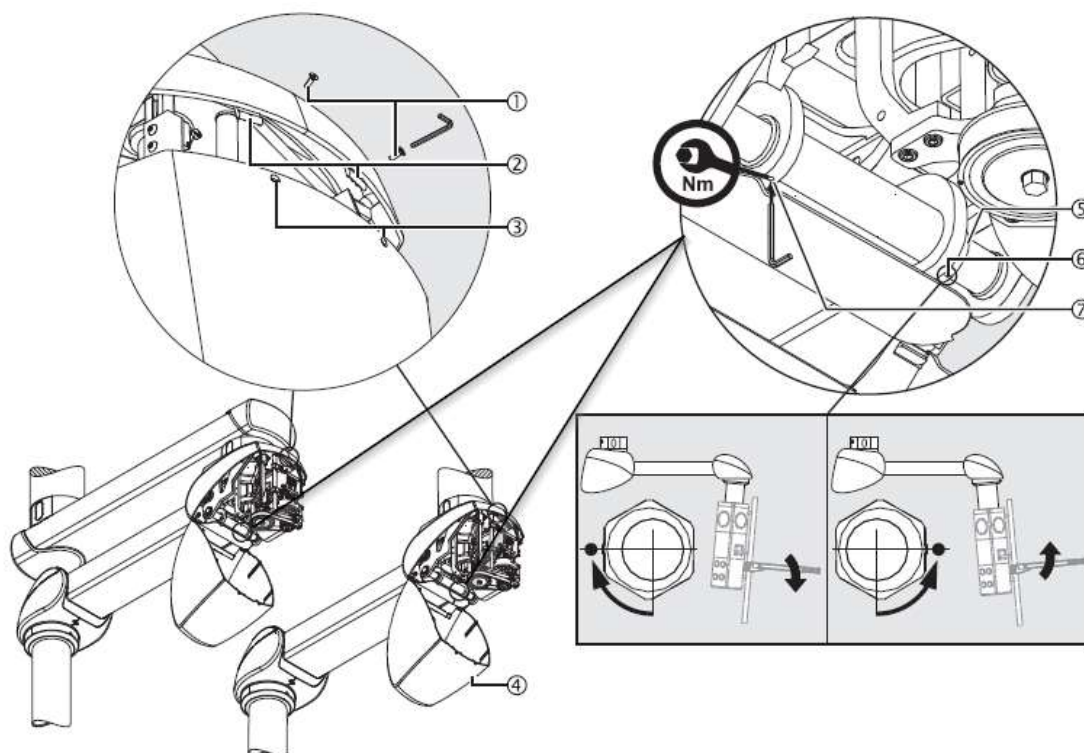

Fig.12 Reglarea capacității de încărcare a brațului motor și închiderea capacului inferior din spate
- Slăbiți șurubul M4 (7) – DIN 914 folosind cheia Allen.
- Puneți cheia fixă pe șurubul hexagonal (5).
- Șurubul indicator (6) este orientat în jos (nu slăbiți acest șurub).
- Pentru a coborî tava din exemplul din figura 12, rotiți șurubul hexagonal (5) astfel încât șurubul indicator (6) să fie orientat în față (spre dvs.). A se vedea Fig. 12 Vedere detaliată, partea dreaptă jos.
- Pentru a ridica tava din exemplul din figura 12, rotiți șurubul hexagonal (5) astfel încât șurubul indicator (6) să fie orientat spre spate (departe de dvs.). A se vedea Fig. 12 Vedere detaliată, partea dreaptă jos.
- Strângeți șurubul de fixare M4 (7) – DIN 914.